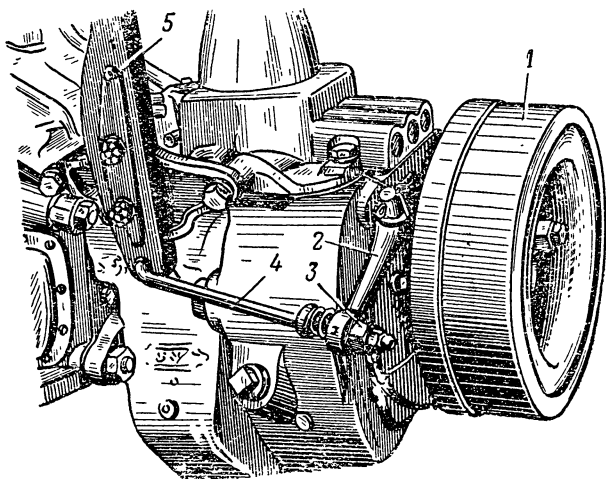

Рис. 16. Центральный (ручной) барабанный тормоз и привод управления центральным тормозом автомобилей ГАЗ-51 и ГАЗ-63:
- 20 Проверить состояние и крепление центрального (ручного) тормоза и его привода управления (рис. 16—18), при необходимости отрегулировать тормоз (см. технологические карты № 4 и 5)